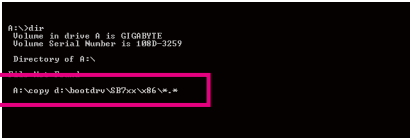

图1
- 若要复制AMD SB750 SATA控制器的驱动程序，请输入(图1): (注一)